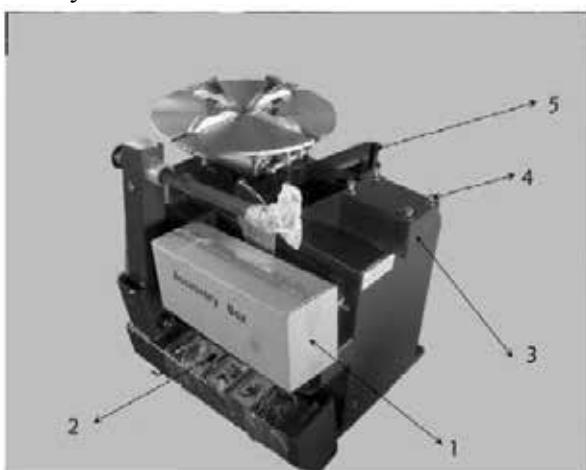
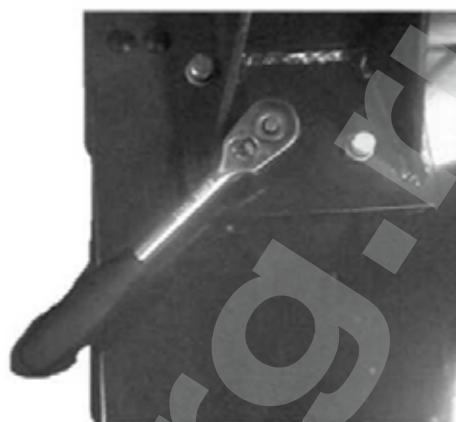
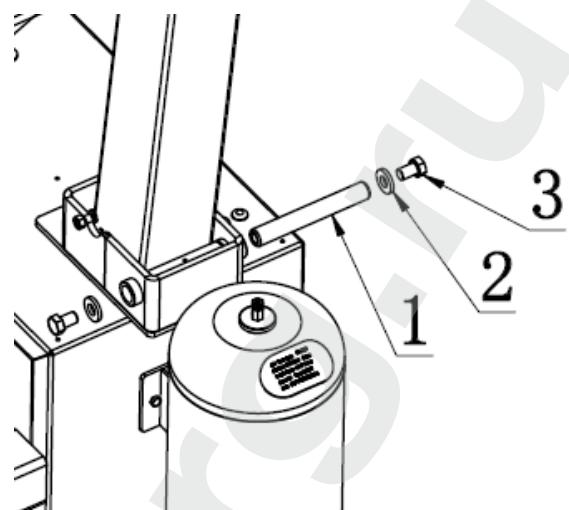

Рис. 4-1
Рис. 4-2
Рис. 4-6
Снимите коробку и достаньте коробку с аксессуарами (1) нож отрыва кромки шины (5) и стойку в сборе (2) (см. рис. 4-1). Зафиксируйте корпус.
Установите снятые болты, пружинную и плоскую шайбы (рис. 4-1) обратно. Затяните болты с усилием 70 Н·м (рис. 4-2), используя динамометрический гаечный ключ.
Выровняйте стойку так, чтобы проушины в нижней части стойки совпадали с проушинами седла на корпусе станка. Далее, вставьте ось (рис. 4-6, поз. 1) в проушины, затем наденьте шайбы (рис. 4-6, поз. 2) и болты (рис. 4-6, поз. 3) с обеих сторонах оси для крепления. Затяните болты с усилием 70 Н·м (рис. 4-2), используя динамометрический гаечный ключ.